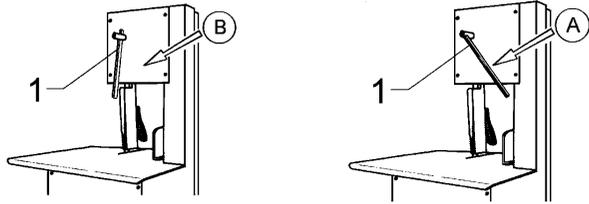

Fig. 7.6.1
7.6.1 - Regulación de la tensión de la hoja (Fig. 7.6.1)
Colocando la palanca "A" (Fig. 7.6.1) la hoja está tensionada.
- Tensar la hoja girando la palanca hasta llevarla a la posición "A" (Fig. 7.6.1).